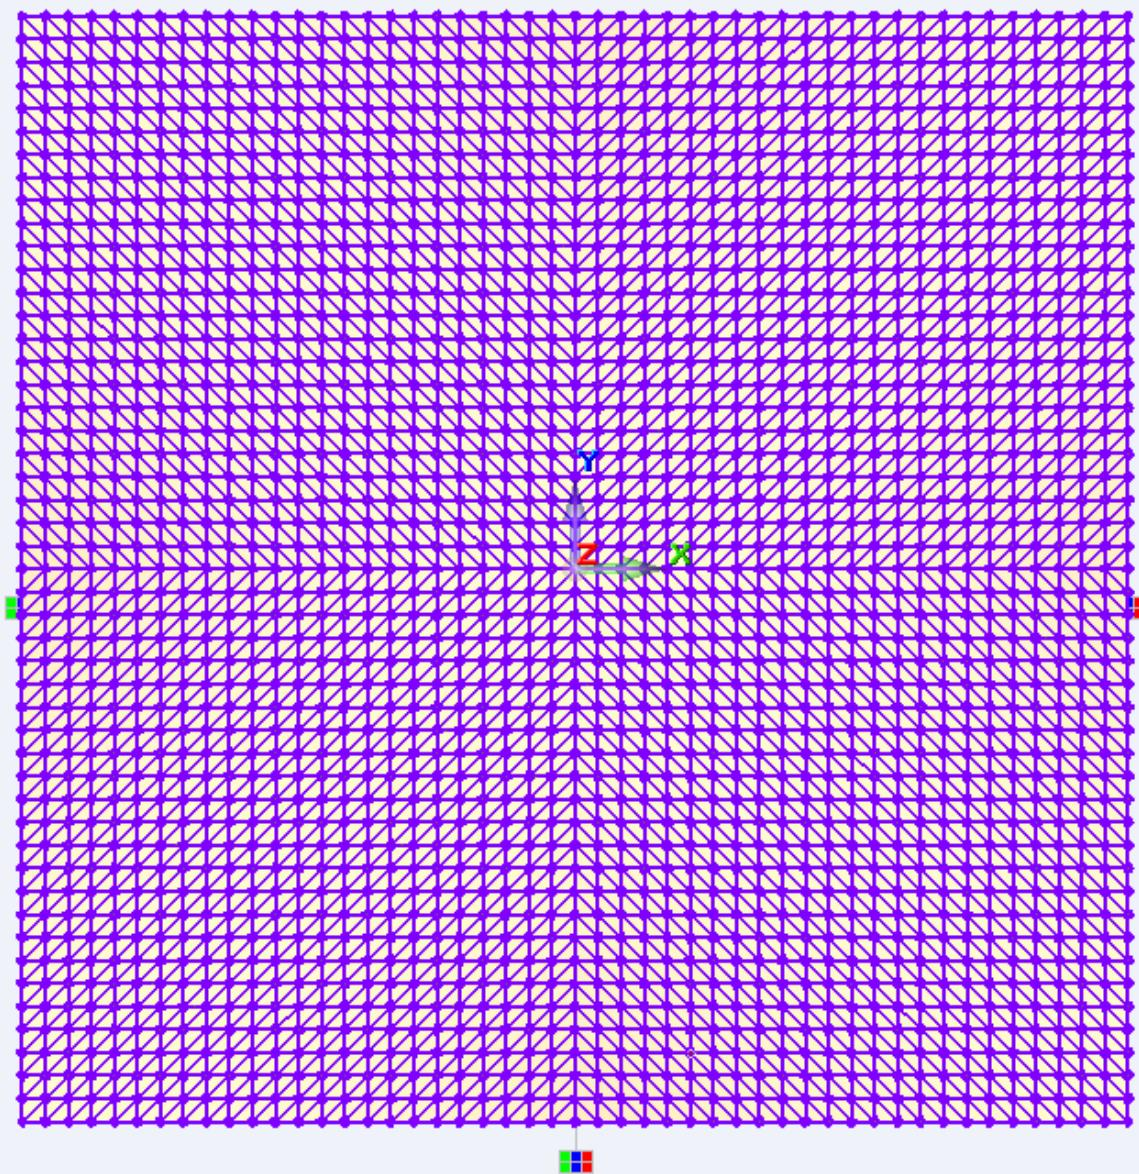

Рис.5.8. Расчетная модель гипара с найденными пересечениями (визуализируются фиолетовым цветом)
- Расчетная модель с выполненными пересечениями будет выглядеть следующим образом (рис.5.8)